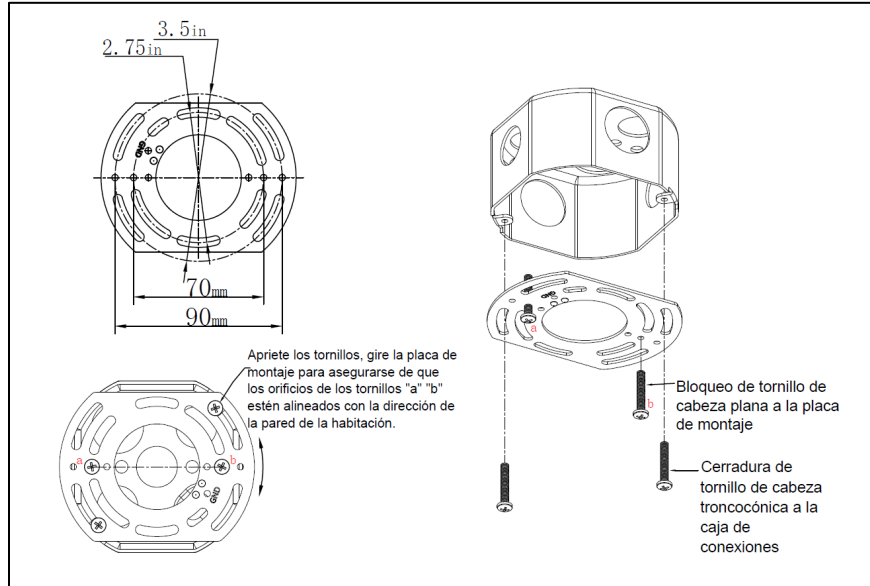

Figura 8
1. Instale dos tornillos (1) en los orificios roscados "a" y "b" con la cabeza del tornillo a ¼ de quedar al ras con la placa de montaje. (Ver Figura 8)
2. Verifique la dimensión del orificio de montaje de la caja de conexiones para decidir qué par de ranuras de la placa de montaje usar. Instale dos tornillos (1) en los orificios roscados en la caja de conexiones, gire la placa de montaje para asegurarse de que el orificio del tornillo "a""b" esté alineado con la dirección de la pared de la habitación antes de apretar los tornillos y fije la placa de montaje. (Ver Figura 8)